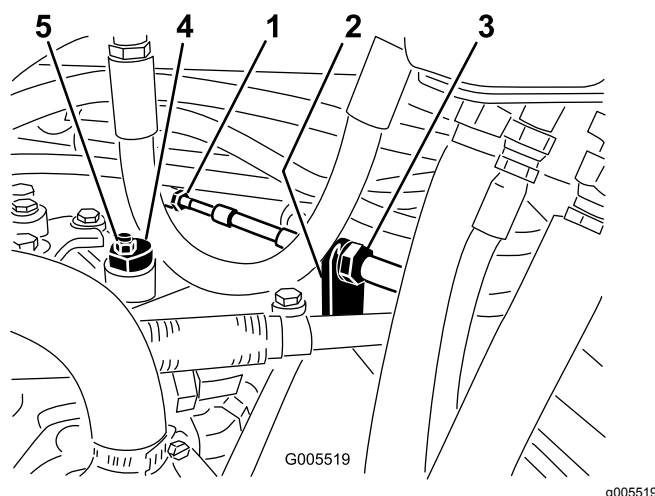

Figura 53
A. Allentate entrambi i controdadi che fissano il cavo di comando della trazione alla paratia dell'igrostat (Figura 53). Verificate che i controdadi siano ugualmente allentati, in modo sufficiente da consentire la messa a punto.
Nota: Allentate il dado che fissa l'eccentrico alla parte superiore dell'igrostat (Figura 53).
- C. Fate girare l'eccentrico finché non riscontrate movimenti in alcuna direzione. Quando la ruota cessa di girare, serrate il dado di bloccaggio dell'eccentrico per mantenere la messa a punto (Figura 53). Verificate la regolazione portando l'acceleratore in posizione Lento e Veloce.
- D. Da ambo i lati della piastra serrate in modo uniforme i dadi che fissano il cavo di trazione alla piastra (Figura 53). Non torcete il cavo.